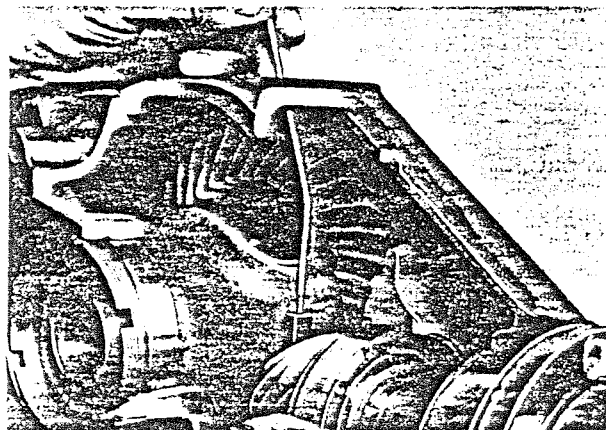

Abb. 21
10. Zum Messen des Abstandes zwischen Stirnfläche des Antriebskegelrades und geschliffener Augenfläche des Diff.-Gehäuses dient der Endmasssatz WK 137 (Abb. 21).